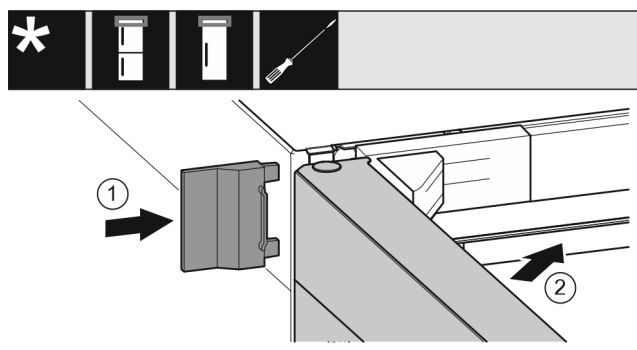

Fig. 25
- Надвиньте внешнюю крышку Fig. 25 (1).
- Закройте верхнюю дверь Fig. 25 (2).